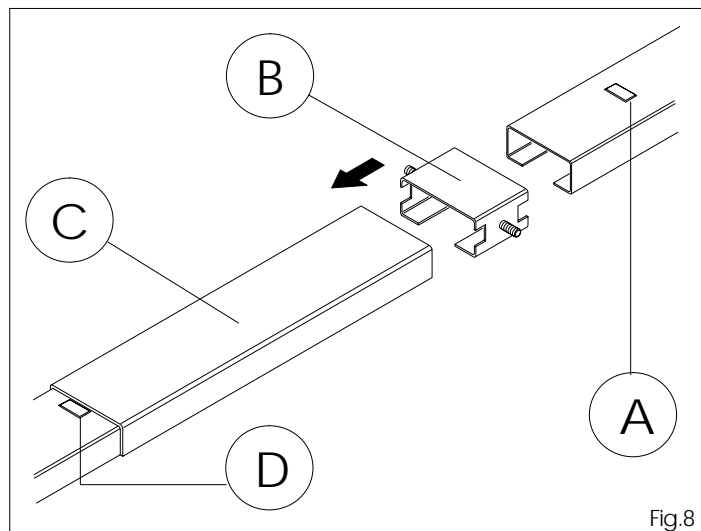
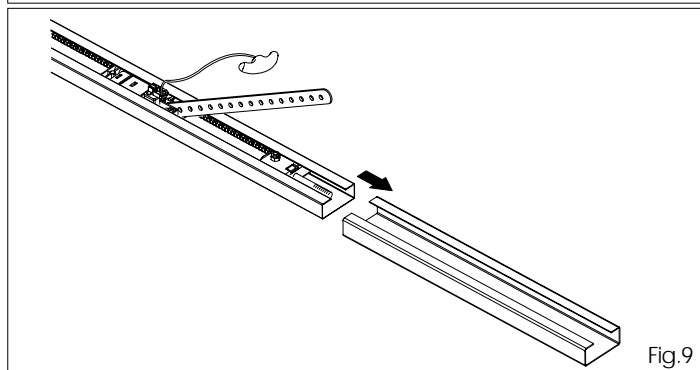
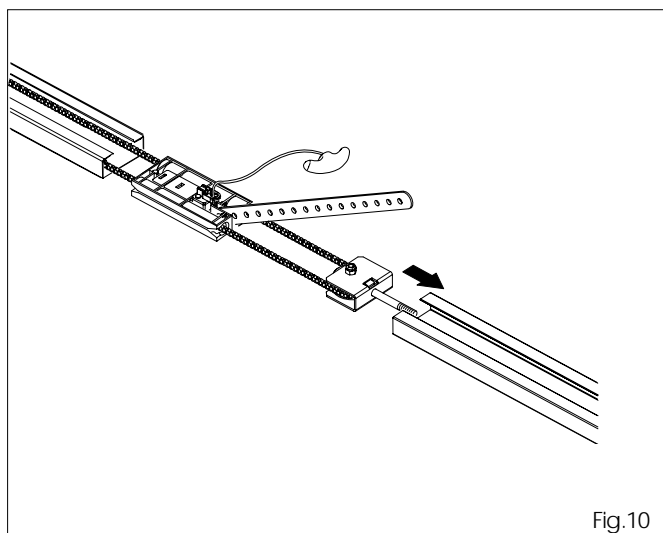

Fig.8
Fig.9
Fig.10
5.2 Nous conseillons, pour l'opérateur 530, d'utiliser la glissière appropriée en option (fig.8 réf.B) en l'insérant dans le chariot central (fig.8 réf.C).
5.3 Insérer le longeron avec la chaîne dans le chariot central (fig.9) jusqu'à la limite avec la saillie métallique (fig.8 réf.D).
5.4 Insérer dans le groupe préalablement monté un nouveau longeron (fig.10), en s'assurant que la saillie métallique indiquée sur la Fig.8 réf.A entre en contact avec le chariot central.